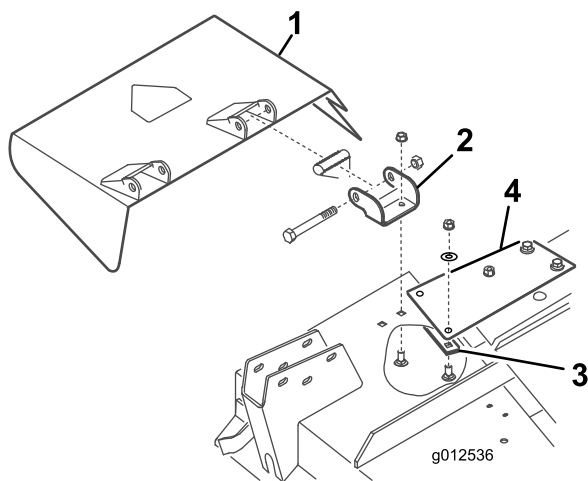

図 7
1. デフレクタマウントをピボットブラケットに固定しているボルト本、ロックナット、スプリングを外す(図 7)。デフレクタを取り外す。
2. ピボットブラケットをハウジングに固定しているキャリッジボルトとフランジナットを外す 図 7。ピボットブラケットを取り外す。外したボルト類は将来に備えて保管する。
3. 補強プレートをハウジング下側に、また、ステイフナプレートをハウジング上部に固定しているキャリッジボルト2本、平ワッシャ、ロックナットを外す 図 7。